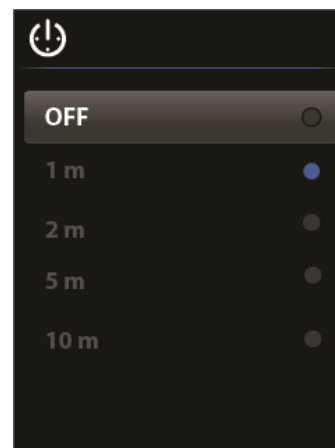

Fig 9-8 Sélectionner la durée de
- Utilisez les flèches directionnelles pour défiler jusqu'à l'option APO souhaitée (Désactivée, 1 minute, 2 minutes, 5 minutes et 10 minutes). Voir la Fig. 9-8.